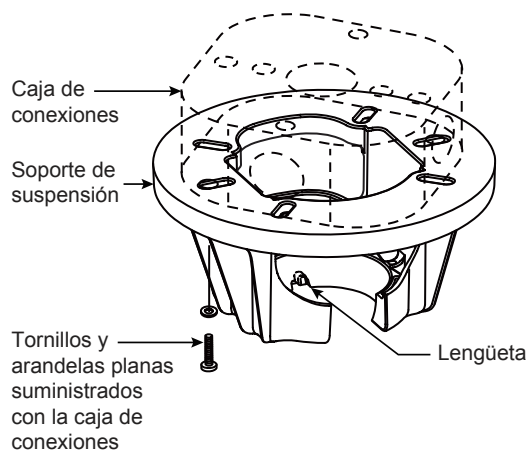

Figura 3
3. Afloje los dos tornillos de fijación del soporte del barral de soporte para techo a través de la varilla. Introduzca los cables a través de la varilla. (Figura 3)
- ☐ 1. Fije bien el soporte de suspensión a la caja de conexiones con los tornillos y las arandelas planas suministrados con la misma. (Figura 3)
NOTA: Se deben pasar los tornillos de la caja de conexiones a través de los orificios que se encuentran en el soporte de suspensión. (Figura 3)
- ☐ 3. Con cuidado, levante el ventilador y apoye la unidad del barral/de la semiesfera en el soporte de suspensión que acaba de fijar a la caja de conexiones. (Figura 4) Asegúrese de que la ranura en la semiesfera esté alineada con el reborde del soporte de suspensión. (Figura 3)
2. Deslice el receptor en el soporte de suspensión antes de realizar el cableado como se muestra en la figura 3.